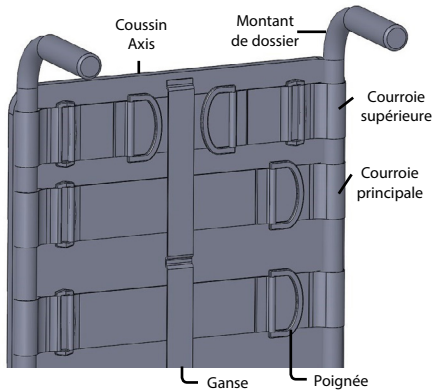

Figure 2
- 1) Passez les courroies sous les ganses derrière le coussin standard ou cyphotique. (Figure 2) La courroie supérieure est fabriquée d'une partie centrale élastique.
- 3) Appuyez le coussin sur les montants de dossier pour que les velcros se lient. Tirez les poignées pour régler la tension des courroies. (Figure 2)